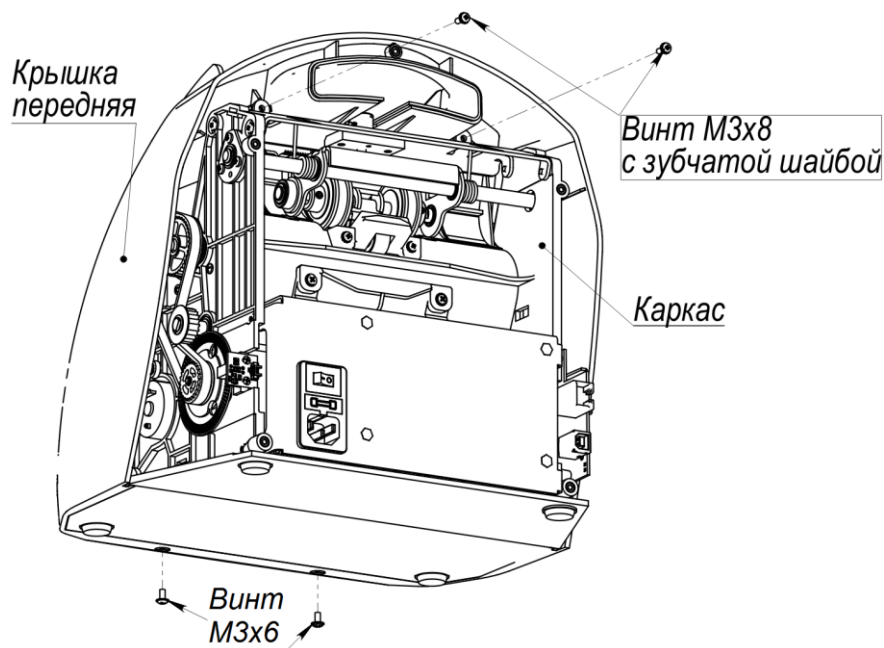
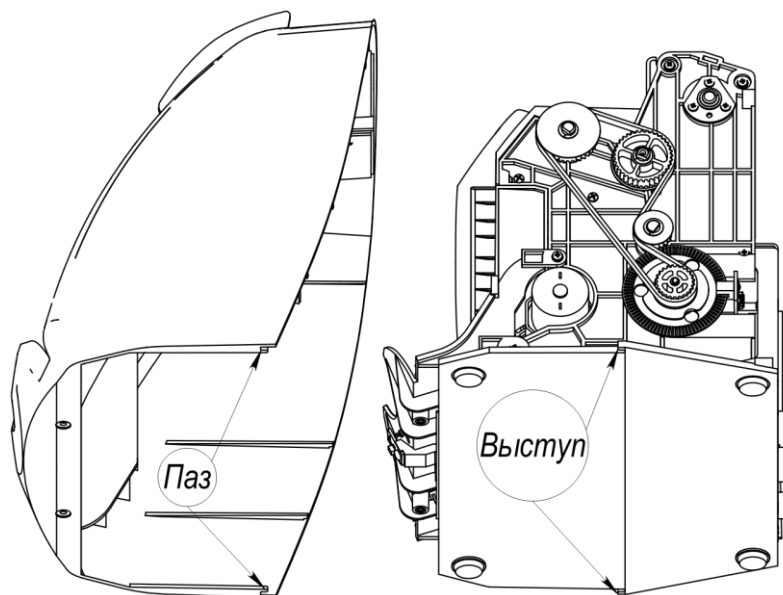

Рис. 14
Рис. 15
8.2.1 Вывинтить два винта М3х6 N0011 и два винта М3х8 с зубчатой шайбой N0017 крепления крышки передней к каркасу, снять крышку переднюю (см. Рис. 14, Рис. 15).
- убедиться, что выступы каркаса точно вошли в пазы крышки передней (см. Рис. 14, Рис. 15).